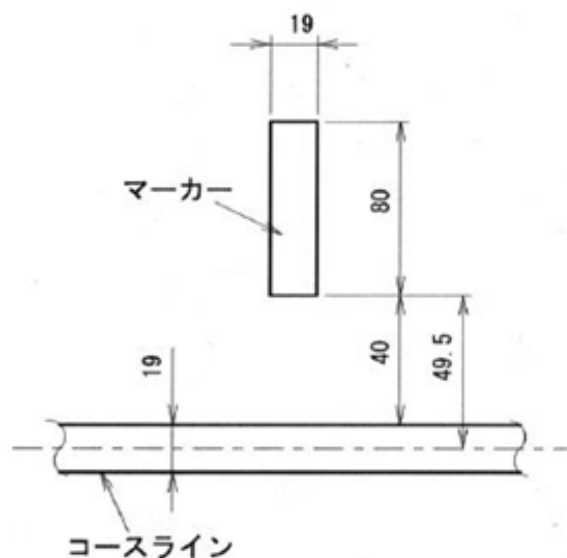

図 5 マーカーの形状
- 1) マーカーは長さ 80 mm、幅 19 mm の白色テープであり、図 5 に示すように、コースシート床面に、コースライン中心線から 40 mm 離して貼られる。